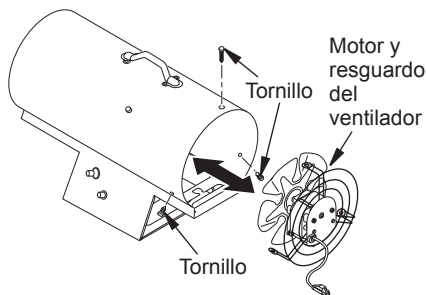

Figura 5 - Extracción del motor y del resguardo del ventilador del calentador (el calentador puede ser diferente la mostrado en la ilustración)
2. Acceda al tornillo de conexión a tierra a través de la parte inferior de la base del calentador. Quite el tornillo de conexión a tierra. Desconecte el cable verde del motor y el cable de alimentación verde de la parte inferior de la cubierta (consulte la figura 5).
5. Quite los tornillos que sujetan el montaje del motor a la cubierta. Use un destornillador para tuercas (consulte la figura 5).
14. Cuidadosamente, haga pasar los cables del motor a través del orificio en la cubierta. Coloque el motor, el montaje del motor y el resguardo del ventilador dentro de la parte posterior de la cubierta del calentador como se muestra en la figura 5.